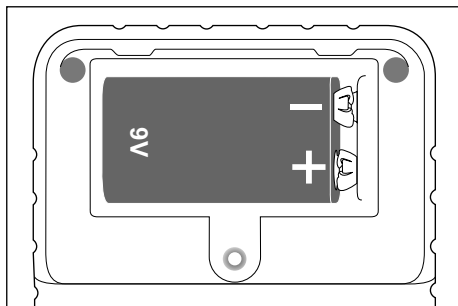

Bild 2
- 2) Anslut 9 V blockbatteriet **8** med rätt polaritet (observera + och -) till batteriklämman och sätt in 9 V blockbatteriet **8** i batterifacket (se bild 2).